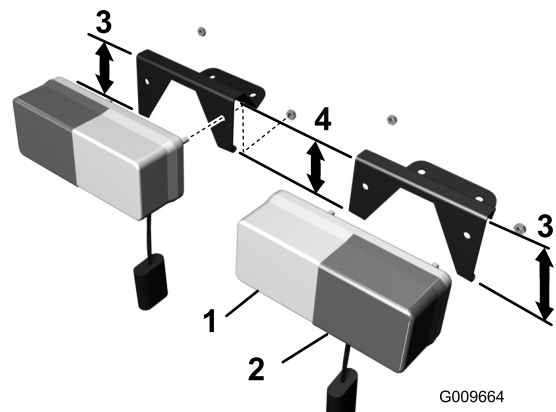

Figure 5
2. Identifiez les supports des clignotants droit et gauche. Les supports se reconnaissent à l'angle de la façade et au montant plus long qui est toujours placé à l'extérieur (Figure 5).
- 3. Placez chaque clignotant sur le support correspondant, de sorte que le feu jaune (clignotant) soit à l'extérieur (Figure 5).